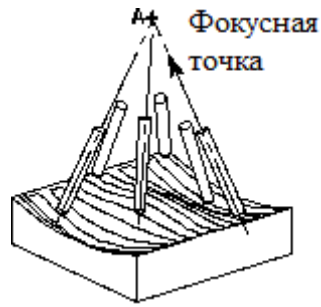

Рис. 1.24. Направление вектора оси инструмента к точке
- **К точке** (*Towards Point*) – позволяет определить переменную ось инструмента сходящимися к фокальной точке направлениями. Вектор оси инструмента имеет конец в заданной фокальной точке и направлен от держателя инструмента (см. рис. 1.24).